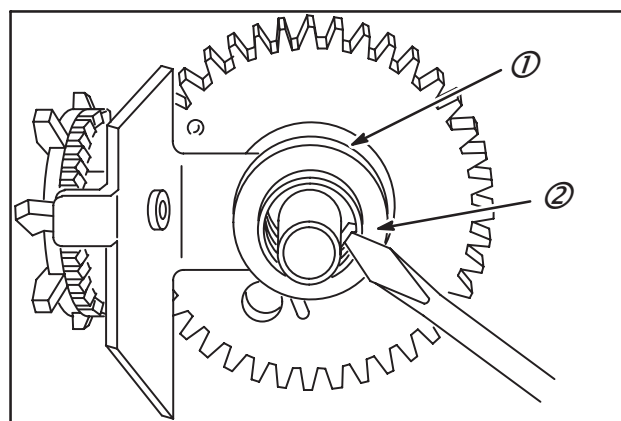

Fig. 56
3. Utiliser un tournevis fin ou un outil similaire pour décrocher la boucle inférieure du ressort d'embrayage (2) de son logement dans l'embrayage (1), Fig. 56.